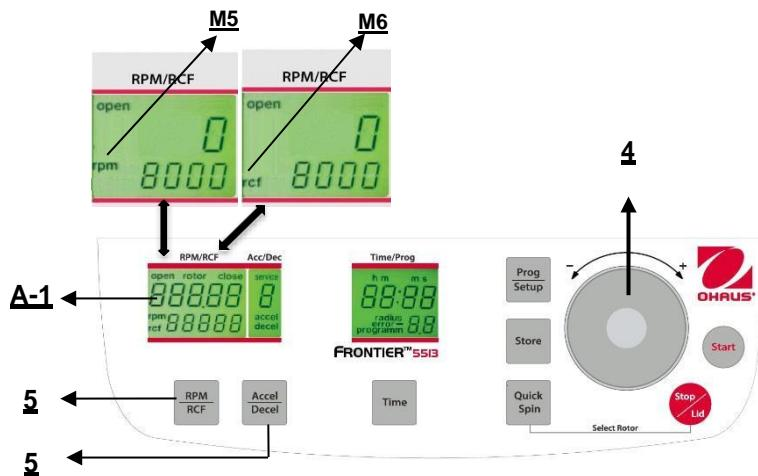

Figura. 13
Esta preselección se activa con el botón "RPM/RCF" (5) (consulte la Figura 13 a continuación). Al presionar el botón una vez, destella la palabra "rpm" (M5). Al presionar el botón dos veces, se puede seleccionar la preselección de las fuerzas centrífugas. Entonces aparece la palabra "rcf" (M6). Puede establecer los valores que desee con la dial de ajuste (1). En la pantalla (A-1) aparece permanentemente el valor regulado, antes, durante y después de la operación.